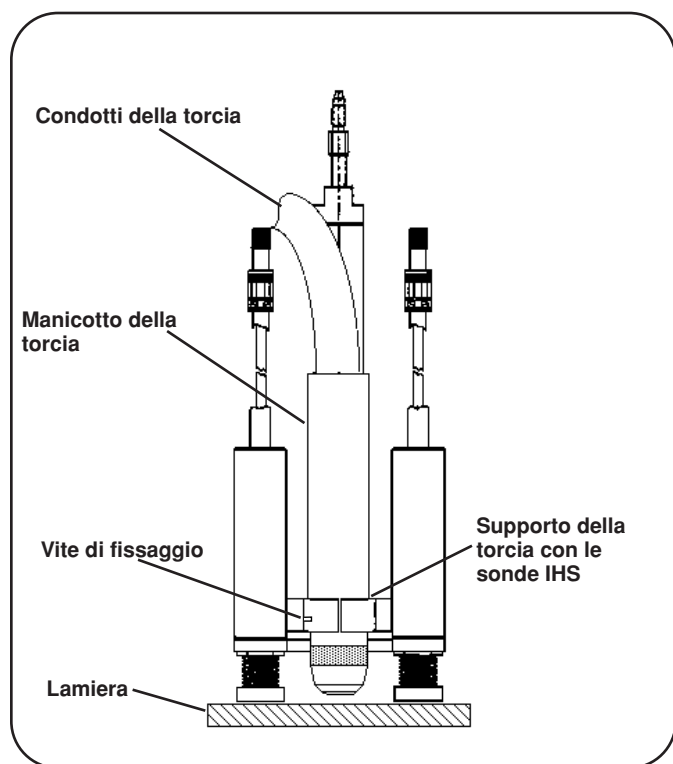
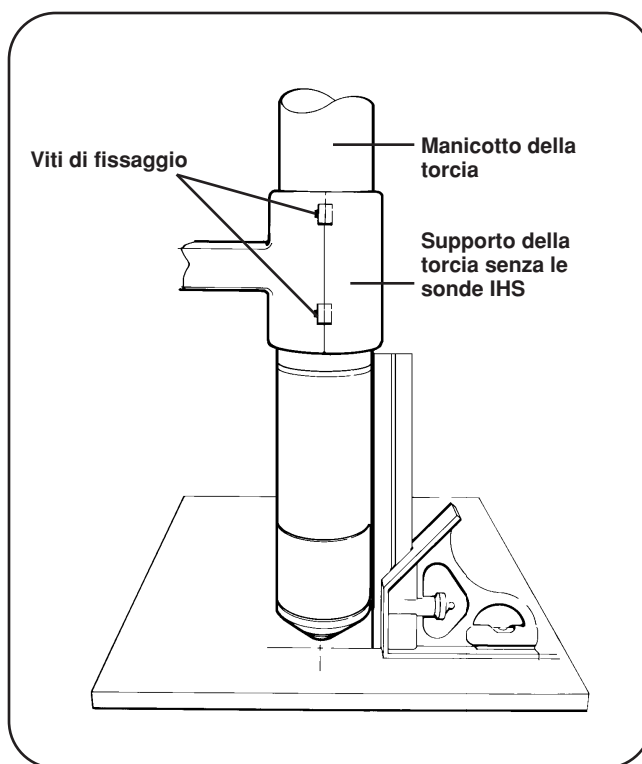

Figura 4-19 Montaggio della torcia della macchina (illustrata con le sonde IHS)
Figura 4-20 Allineamento della torcia (illustrata senza le sonde IHS)
1. Allentare le **viti di fissaggio** ed installare la torcia della macchina (con i condotti della torcia collegati) nel supporto della torcia o nel sottocomplesso di supporto della torcia se viene usato l'IHS. Consultare la Figura 4-19 per il **supporto della torcia** con IHS e la Figura 4-20 per il **supporto della torcia** senza IHS.
Prima di praticare il taglio con la torcia della macchina, assicurarsi che la torcia sia perpendicolare rispetto alla lamiera onde ottenere un taglio verticale. Usare una squadra per allineare la torcia a 0° e 90°. (Figura 4-20).